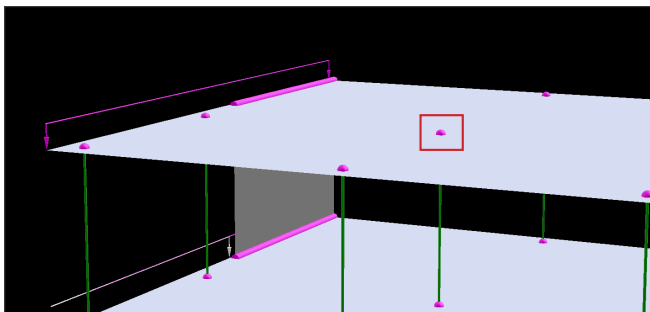

Bild 20: Relation zwischen Decke und Stütze
- Bild 20: Relation zwischen Decke und Stütze | **20**